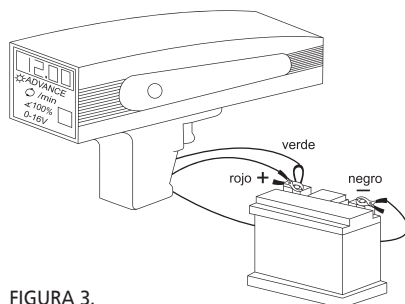

FIGURA 3.
c. Conecta el caimán negro a la terminal negativa de la batería (-) y el rojo y verde a la terminal positiva (+) de la batería (ver la figura 3).